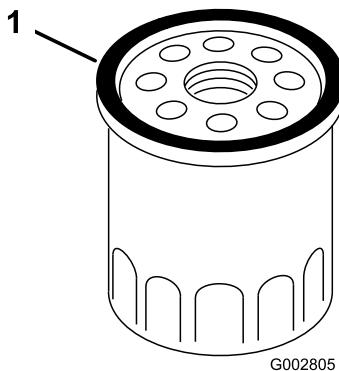

Figura 23
7. Usando el dedo, unté la junta del filtro nuevo con aceite (Figura 23).